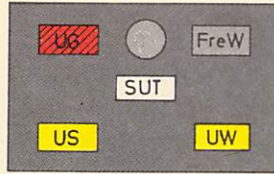

Bild 76
- (8) Wenn bei Umformerbetrieb der Umformer für Gleisstromkreise gestört ist, blinkt der Umformermelder für Gleisstromkreise rot (vgl. Bild 76) und der Summer ertönt. Die durch Gleisstromkreise überwachten Freilindeabschnitte sind rot ausgeleuchtet.